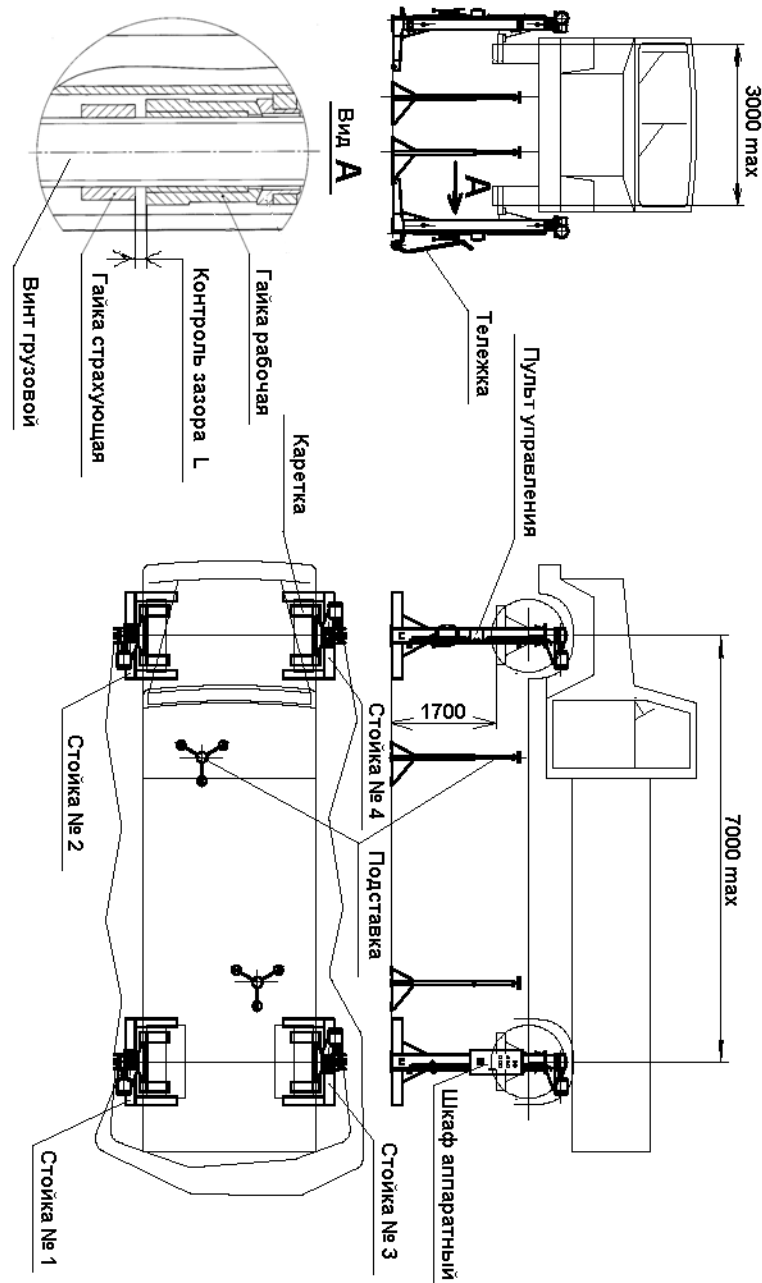

Рис. 1. Подъемник передвижной ПП - 16
4.1. Подъемник состоит из четырех стоек (см. Рис.1 и Рис.2), каждая из которых имеет электромеханический привод, каретку, грузовой винт, рабочую и страховую гайки, конечные выключатели верхнего и нижнего положения кареток. На первой стойке установлен шкаф аппаратный, имеющий корпус с панелью электрооборудования, автоматический выключатель, лампочку «Сеть», «Авария», кнопки «Вверх» и «Вниз» для управления первой стойкой и кнопки «Вверх» и «Вниз» для управления всеми стойками одновременно. На остальных стойках установлены посты управления с кнопками «Вверх» и «Вниз» для управления данной стойкой.